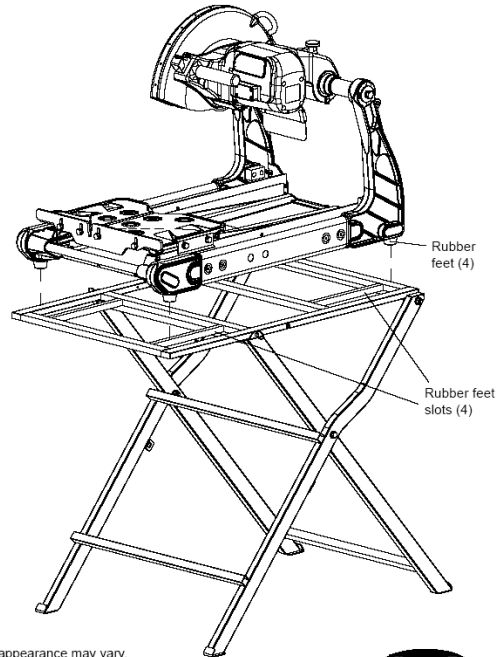

figure 7
4. Placez la scie sur le support. **(Voir la figure 7)** Assurez-vous que les pieds en caoutchouc de la scie sont placés dans les encoches correspondantes du châssis de support, conformément aux consignes. Le cadre de la scie et la table **DOIVENT** être alignés l'un sur l'autre.